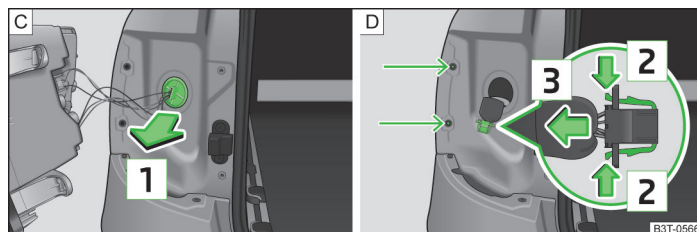
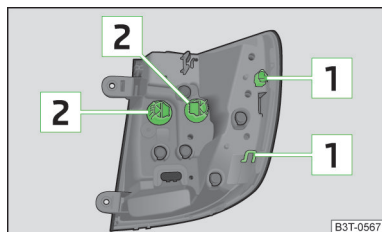

Fig. 212 Démontage du joint/de la fiche de la prise
Fig. 213
- Déverrouillez le cache dans le sens de la flèche **1** » fig. 212 - **C**.
- Retirer le faisceau de câbles avec la fiche » fig. 212 - [D].
- Comprimez les deux verrouillages sur le connecteur dans le sens de la flèche [2] » fig. 212 - [D].
- Déverrouillez le cache dans le sens de la flèche [1] » fig. 212 - [C].
- Placer le bloc optique arrière avec les ouvertures [1] » fig. 213 à la page 258 dans les caches de la carrosserie » fig. 212 - [D].
- Faites tourner la douille de l'ampoule [2] » fig. 213 jusqu'en butée en sens **anti-horaire** et retirez-la du boîtier de la lampe.